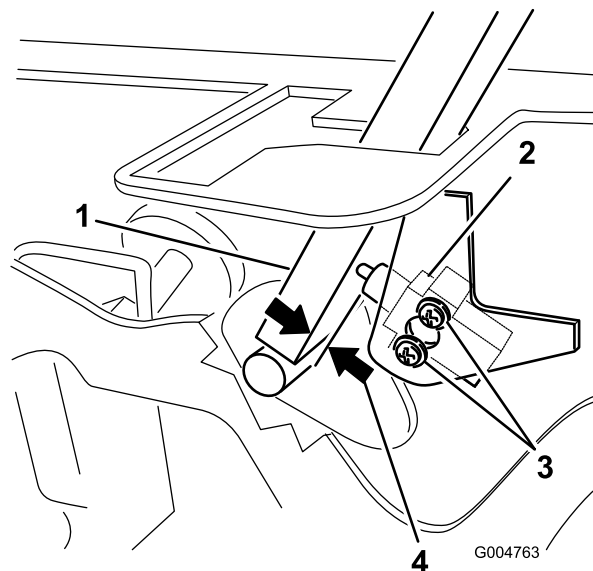

Figura 57
3. Desaperte os 2 parafusos que prendem o interruptor de segurança (Figura 57).
4. Segurando na alavanca de controlo encostada à estrutura, desloque o interruptor na direcção da alavanca até que a distância entre a alavanca e o corpo do interruptor seja 0,4 a 1 mm (Figura 57).